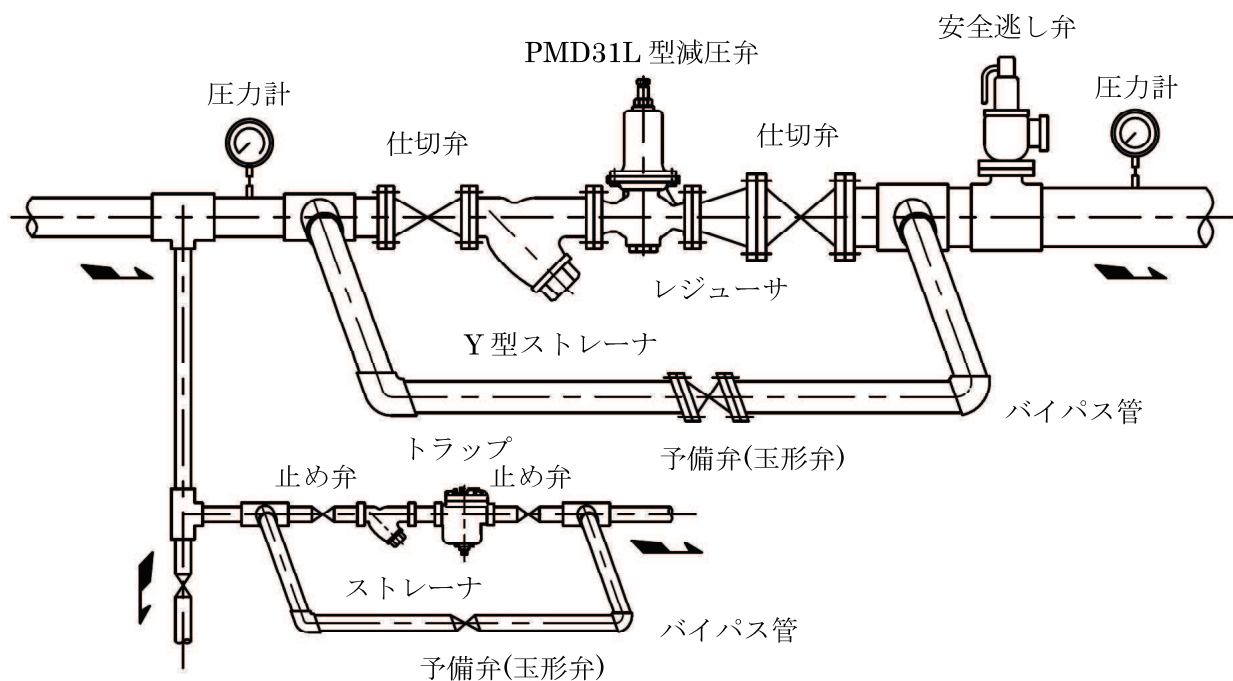

図4 配管例図
<ul style="list-style-type: none">● 減圧弁を取り付ける前に弁箱内に異物が入っていたり、輸送中に減圧弁が破損していないかお確かめください。防止処置は施してありますが念のためお調べください。● 減圧弁を取り付ける前に配管内の清掃を充分行ってください。作動不良の大部分は配管中の鉄屑・塵埃によるものですから、これらの除去には特に御留意ください。● 配管に際しては流体の流れ方向と弁箱に鑄出してある矢印の方向を必ず一致させてください。また、図4に示すようにY型ストレーナ、安全逃し弁及び予備弁(玉形弁)を備え、更に前後弁(仕切弁)と圧力計を取り付けるよう御計画ください。● 本弁は水平配管に正立にお取り付けください。● 本弁を屋外に設置する場合はカバー等で覆うなど、雨水等の流入を防止する措置を講じてください。● 配管の応力をなるべく弁箱にかからないよう注意してください。弁箱にかかる応力が過大になりますと、摺動部がゆがみ円滑な摺動ができなくなったり、弁座と弁体の当たりが悪くなったりします。● 通期調整の際、二次側の仕切弁を全閉にして一次側の仕切弁を少々開き、減圧弁に流体を通します。このとき、二次側の圧力(設定圧力)より低くなっていることを確認し、また同時に減圧弁その他に漏れ
- 2.3 配管に際しては流体の流れ方向と弁箱(21)に鋳出している矢印の方向を必ず一致させてください。また、図4に示すようにY型ストレーナ、安全逃し弁及び予備弁(玉形弁)を備え、更に前後弁(仕切弁)と圧力計を取り付けるよう御計画ください。